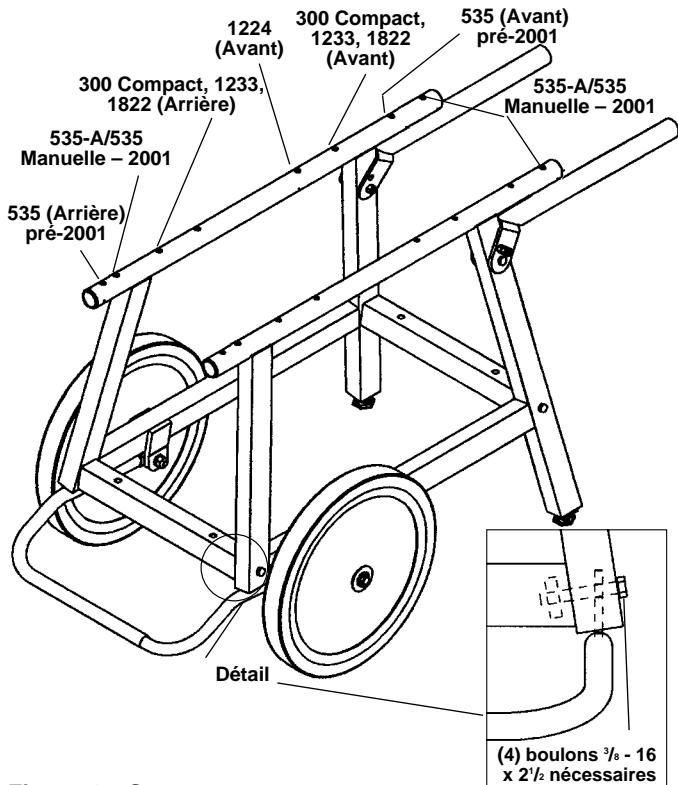

Figure 4 – Support
3. Montez le support avec ses étiquettes orientées vers l'intérieur (*Figure 4*).
4. Introduisez les arrêtoirs en bas des pieds comme indiqué au dessin de détail. Utiliser les quatre (4) boulons 6-pans de $\frac{3}{8}$ – 16 x $2\frac{1}{2}$ po pour fixer les pieds à l'entretoise. Réglez les deux moitiés de l'arrêt du support à la distance nécessaire pour recevoir les pieds arrière. La bride d'arrêt n'est ni nécessaire ni fournie avec le support fixe N° 100 avec tiroir.
AVERTISSEMENT La stabilité opérationnelle des machines RIDGID dépend de l'utilisation des trous de montage appropriés (*Figure 4*).